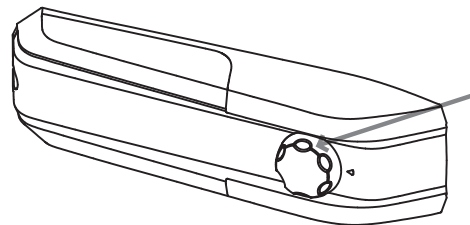

Abb. 1
- Der Thermostat befindet sich im Inneren des Kühlraums (Abb. 1). Den Stellring des Thermostats über die Position "0" hinaus drehen. Beim Öffnen der Kühlschranktür schaltet sich die Innenbeleuchtung ein. Wird der Stellring auf "0" gestellt, schaltet sich das Gerät aus.